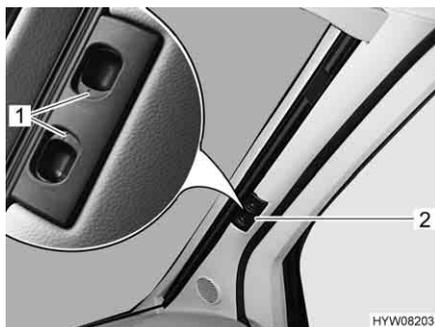

Fig. 15 Dispositif occultant plissé pour le pare-brise
- Presser les poignées de déverrouillage (Fig. 15,1) et les maintenir pressées.
- Tirer le dispositif occultant plissé pour le pare-brise par la poignée (Fig. 15,2) vers le centre de la fenêtre.
- Pousser les deux moitiés du dispositif occultant plissé pour le pare-brise par la poignée (Fig. 15,2) à fond vers l'extérieur.
- Lâcher les poignées de déverrouillage (Fig. 15,1) et les faire s'enclencher.